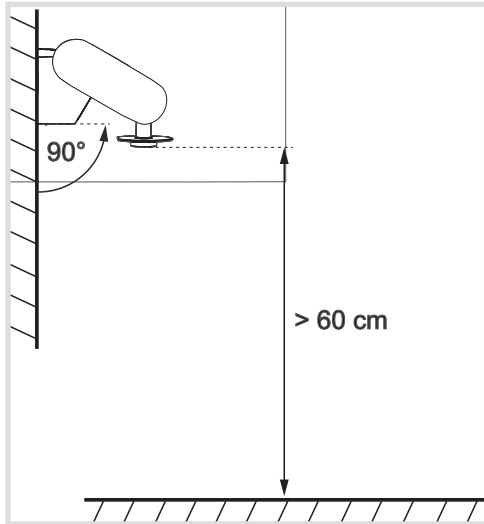
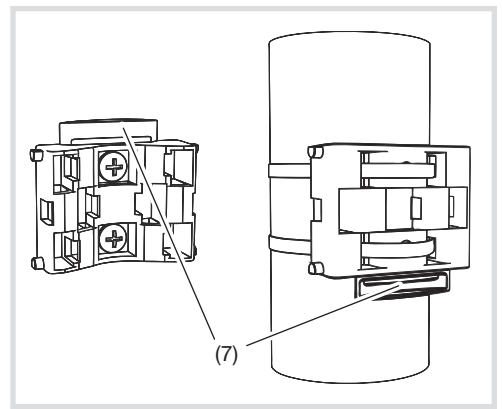

Bild 2
Bild 5: Wand- (links)/Mastbefestigung (rechts)
- Montage an einer senkrechten Wand (Bild 2) oder einem Mast (Bild 5, rechts)
- bei Wandmontage die ebene Seite auf der Wand aufliegt und der sichelförmige Steg (7) nach oben zeigt (Bild 5, links).
- bei Mastmontage die gewölbte Seite am Mast anliegt und der sichelförmige Steg (7) nach unten zeigt (Bild 5, rechts).